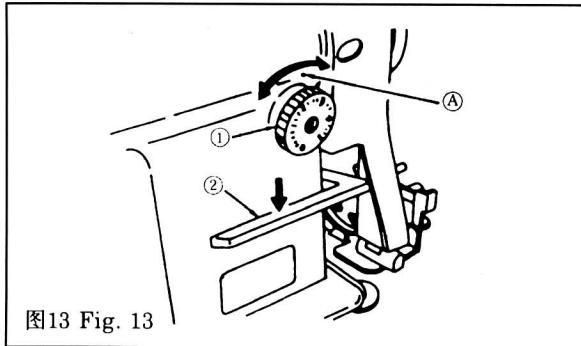

图13 Fig. 13
7. 针距的调节(图 13)
7. ADJUSTING HE STITCHLENGTH (Fig.13)